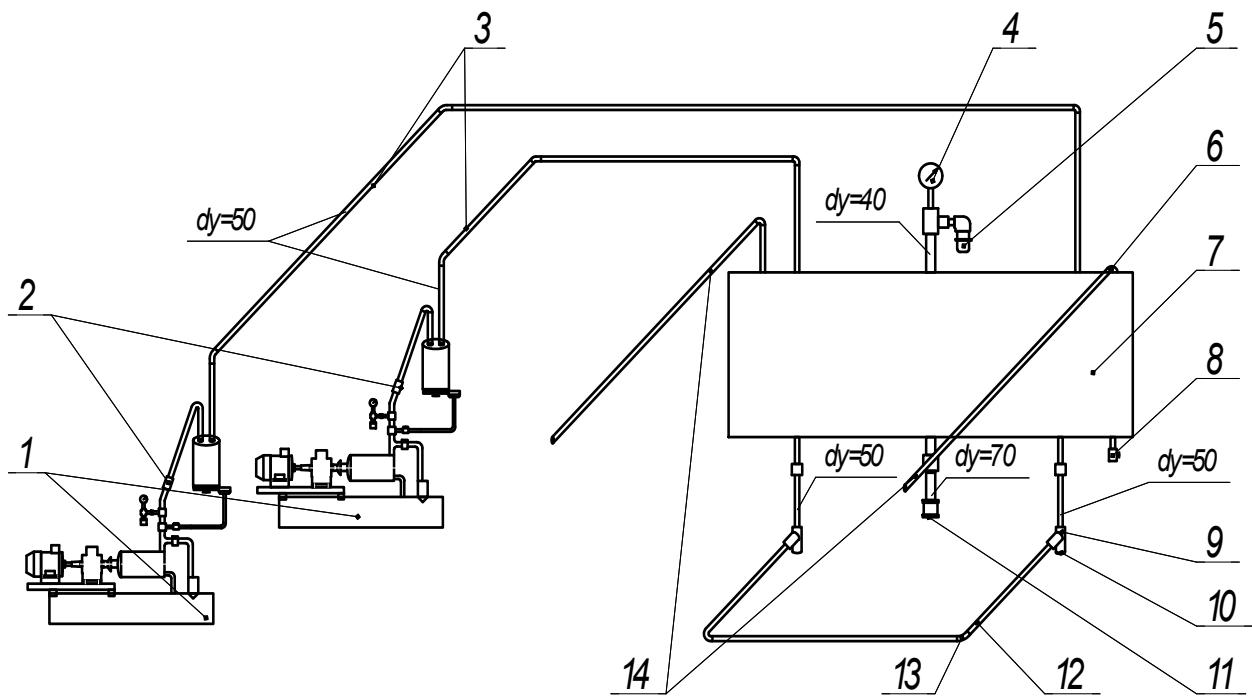

Рисунок 3 – Принципиальная схема вакуумной системы:
Она состоит (рисунок 3) из двух насосных станций 1, общего ресивера 7, вакуум-регулятора 5, вакуум-проводов 12, 14, расположенного вдоль траншеи по две на каждую секцию: верхняя линия для доильных аппаратов, а нижняя для пневмоцилиндров. Вакуум-проводы 12, 14 монтируются из оцинкованных труб с уклоном в сторону ресивера. В самых низких точках вакуумпроводы по обе стороны траншеи на вакуум-проводе в тройниках 9 устанавливаются клапаны спуска конденсата 10.
**Ресивер** 7 (рисунок 3) объемом 0,1 м3 предназначен для сглаживания пульсаций вакуума, создаваемого насосами, а также для предотвращения попадания жидкости и посторонних предметов в вакуумные насосы.